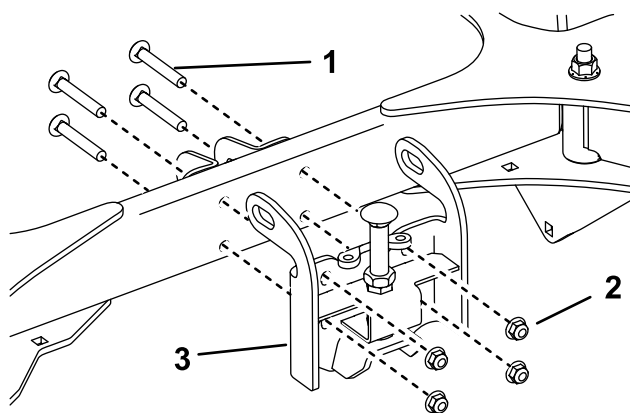

Figure 5
2. Utilisez les fixations que vous venez de retirer pour monter le support de blocage de la brosse (Figure 5). Serrez à un couple de 37 à 45 N·m (27 à 33 pi-lb).